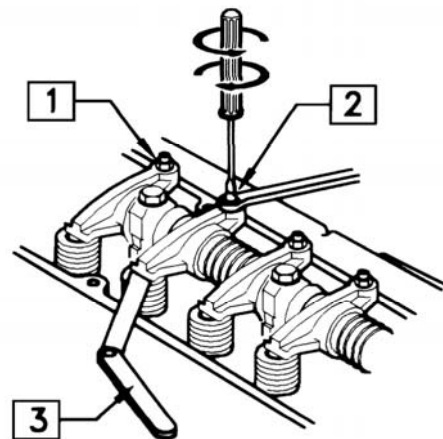

Fig. 7.2
Verwijder het kleppendecksel. Draai de moer (1) los en terwijl de stelschroef (2) gedraaid wordt, klepspeling instellen met een voelmaat (3) (Fig. 7.2).